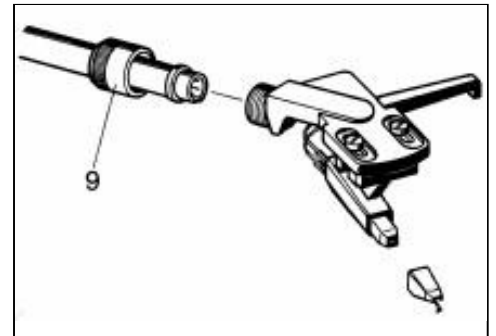

Рис. 7
Вместо головки звукоснимателя, входящего в комплект поставки производителя, можно установить другую головку со стандартными крепежными отверстиями диаметром 0,5" и весом от 3 до 10 грамм. Для этого ослабьте стопорное кольцо (9) и снимите корпус головки звукоснимателя (Рис. 7). Отверните головку и осторожно отсоедините цветные сигнальные провода от выводов головки с помощью пары пинцетов. Наверните новую головку на корпус, но не затягивайте ее. Подключите провода к выводам при соблюдении требуемой кодировки.